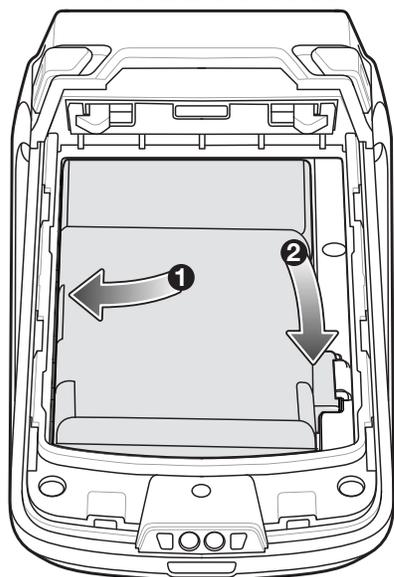

図 1-5 バッテリの取り付け
3. バッテリ (図 1-5) の下部にある 3 つのツメを、バッテリーコンパートメントの 3 つのスロットに合わせます。